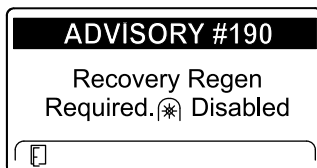

Figura 46
- AVISO N.º 190 – Regeneración estacionaria necesaria – Toma de fuerza deshabilitada (Figura 46).